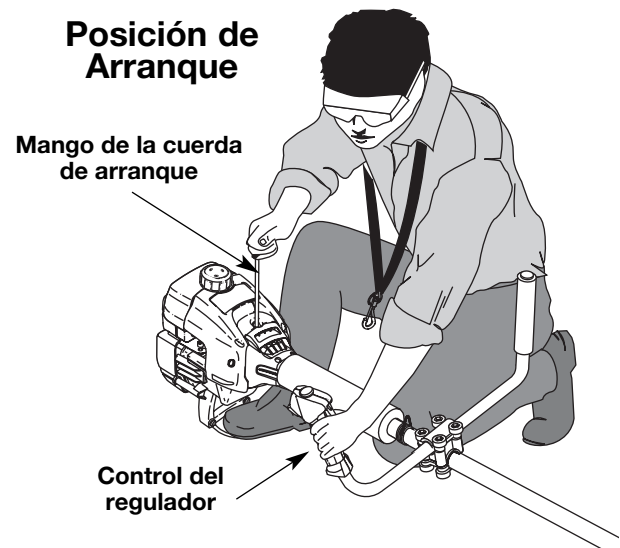

Fig. 17
5. Con la unidad en el suelo, ponga un pie en el escalón de metal para mantener la unidad en su lugar (Fig. 17). Oprima la traba del regulador mientras aprieta el control del regulador. Hale el cordón de arranque hasta 5 veces.